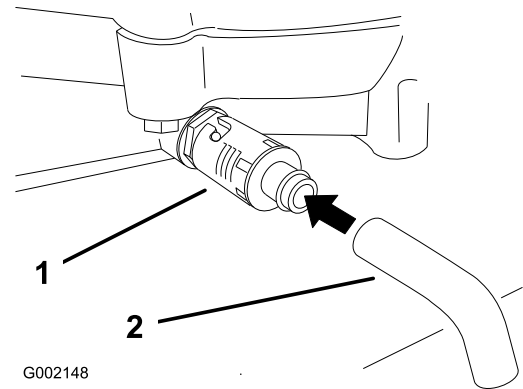

Figura 17
4. Coloque un recipiente debajo del tubo de vaciado. Gire la válvula de vaciado para que se drene el aceite (Figura 17).